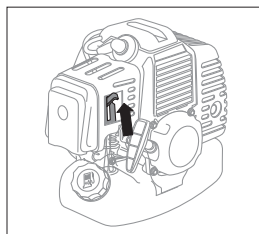

рис. 9
4. Переведите рычаг воздушной заслонки в верхнее положение - |/| «Закрыто» (рис. 9).
7. Переведите рычаг воздушной заслонки (рис. 9) в среднее положение.